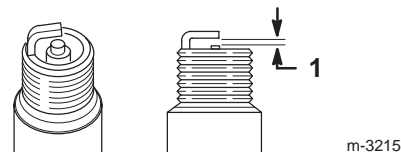

Bild 19
9. Stellen Sie den Abstand der Elektroden an der neuen Zündkerze auf 0,76 mm ein (siehe Bild 19).